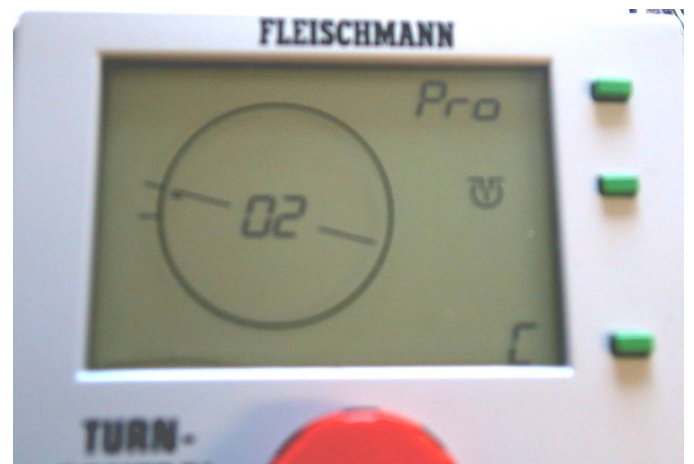

Fig 12. 2^o overgang ingevoerd
- Draai de rode draaiknop totdat nummer „02” in het display knipperend verschijnt op de plaats de „00” (fig. 12).